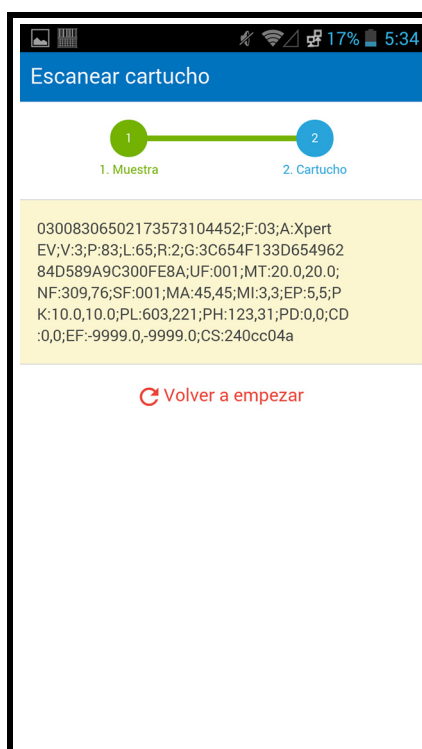

Figura 5-107. Pantalla de información Scanned Cartridge (Escanear cartucho) de Cepheid Link
- Pulse el botón del escáner (situado a ambos lados del escáner de códigos de barras) para escanear el código de barras del cartucho. Después de que el código de barras del cartucho haya sido escaneado correctamente, Cepheid Link emparejará el cartucho con la muestra. El escáner mostrará momentáneamente la información del cartucho escaneado (consulte la figura 5-107).